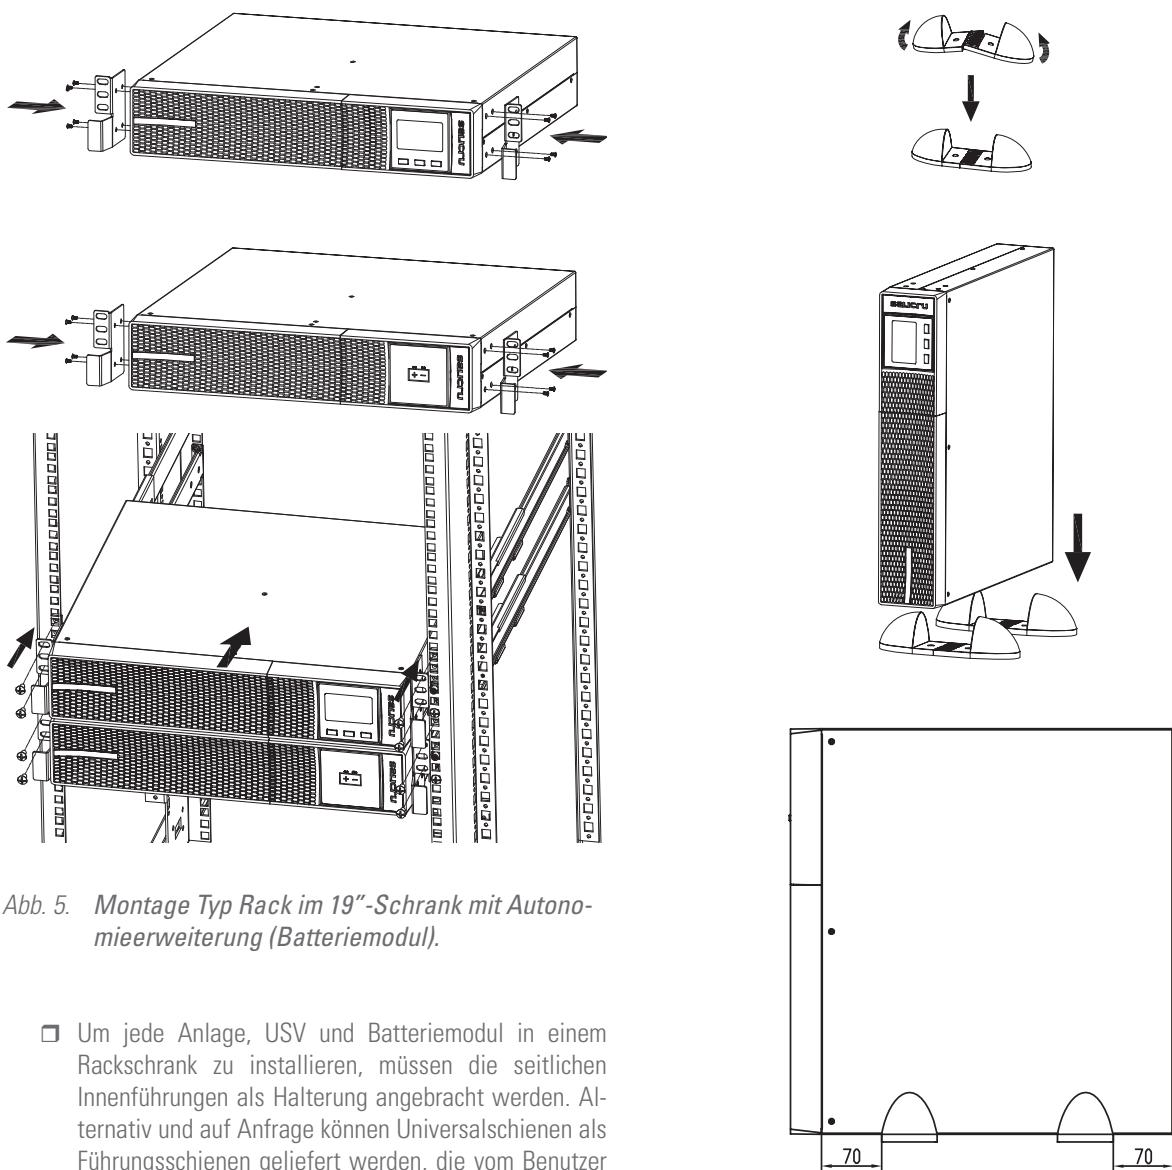

Abb. 5. Montage Typ Rack im 19"-Schrank mit Autonomieerweiterung (Batteriemodul).
- Folgendermaßen vorgehen (siehe Abb. 5):